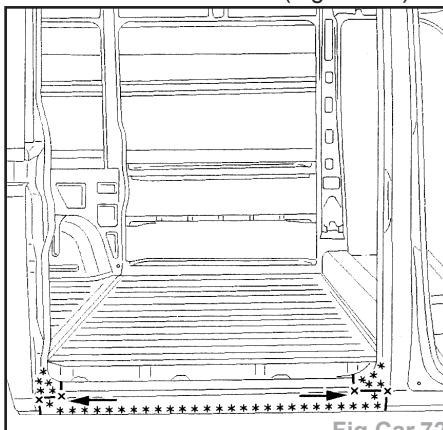

Fig.Car.72
- Dégrafer les lignes de points à l'aide d'une fraise de Ø 8 mm (Fig.Car.72).